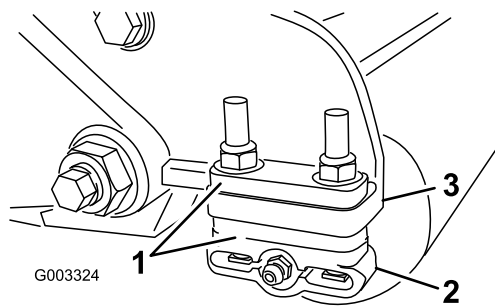

Figure 14
1. Réglez les supports du rouleau arrière (Figure 14) à la plage de hauteur de coupe voulue en positionnant le nombre correct d'entretoises sous le rebord de la plaque latérale (Figure 14) en vous reportant au tableau des hauteurs de coupe.